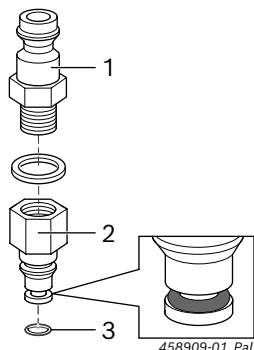

Fig. 2: Montage de l'adaptateur de retour 1 687 016 138
1. Visser et fixer l'embout d'embrayage (Fig. 2, Pos. 1) avec la bague d'étanchéité plate (A10 x 13,5) dans l'adaptateur (Fig. 2, Pos. 2).
2. Insérer le joint torique (Fig. 2, Pos. 3) dans la rainure.